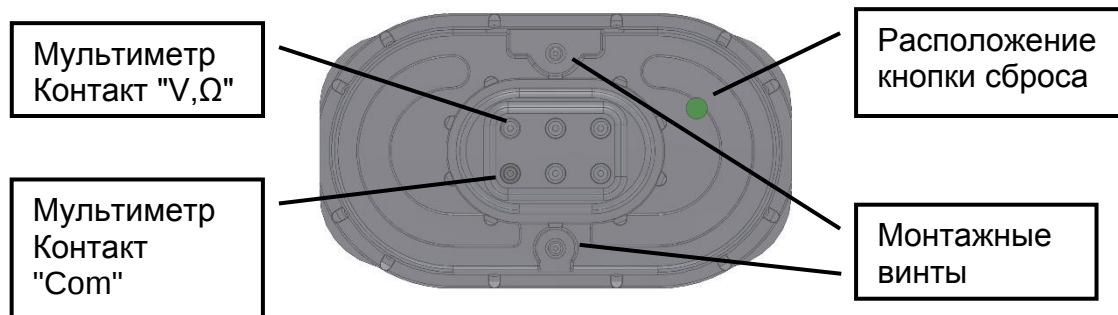

Рис. 5-2: Батарейный блок питания, вид снизу. Правильное подключение мультиметра.
- Вывинтите два крепежных винта батарейного блока питания (Torx T10), см. Рис. 5-2. Внимание: используется сильная пружина, поэтому крепко обхватите блок питания при отвинчивании.
- Нажмите кнопку на блоке питания, см. Рис. 5-2 (кнопка находится за отверстием в блоке питания; на нее можно нажать кончиком ручки). Это укажет датчику газов, что установлены свежие батареи, и сбросит датчик заряда. Учтите, что эту операцию с кнопкой распознают только датчики газов с прошивкой 3.0 или выше. Пожалуйста, свяжитесь с GasSecure, если ваш датчик газов имеет более старую версию прошивки или вы не уверены в прошивке своего устройства.
Измерьте напряжение батарейного блока питания, подключив мультиметр к клеммам, как показано на Рис. 5-2. Номинальное напряжение составляет +7,2 В. Напряжения ниже +7,0 и выше + 7,8 В не допускаются. Проверьте правильность направления элементов батареи, см. Рис. 5-3, если измеренное напряжение находится за пределами допустимого диапазона.